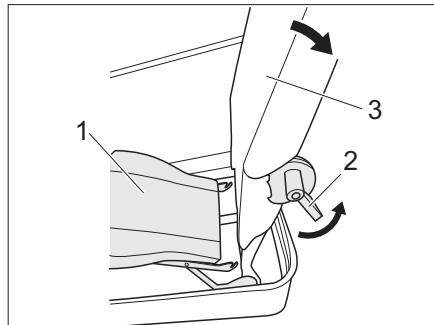
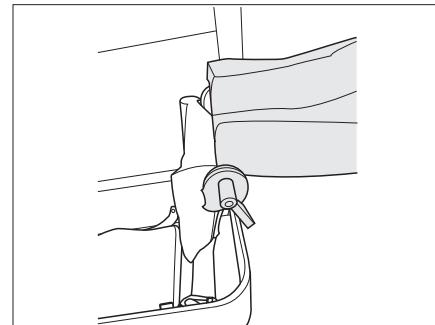

Fig. 223 Desenganchar la superficie de asiento
Fig. 224 Respaldo del asiento girado 90° hacia atrás
- Desenganchar la superficie de asiento (Fig. 223,1) y mover hacia abajo.
- Accionar la palanca 1 (Fig. 223,2) y girar hacia atrás en 90° (Fig. 224) el respaldo del asiento (Fig. 223,3).